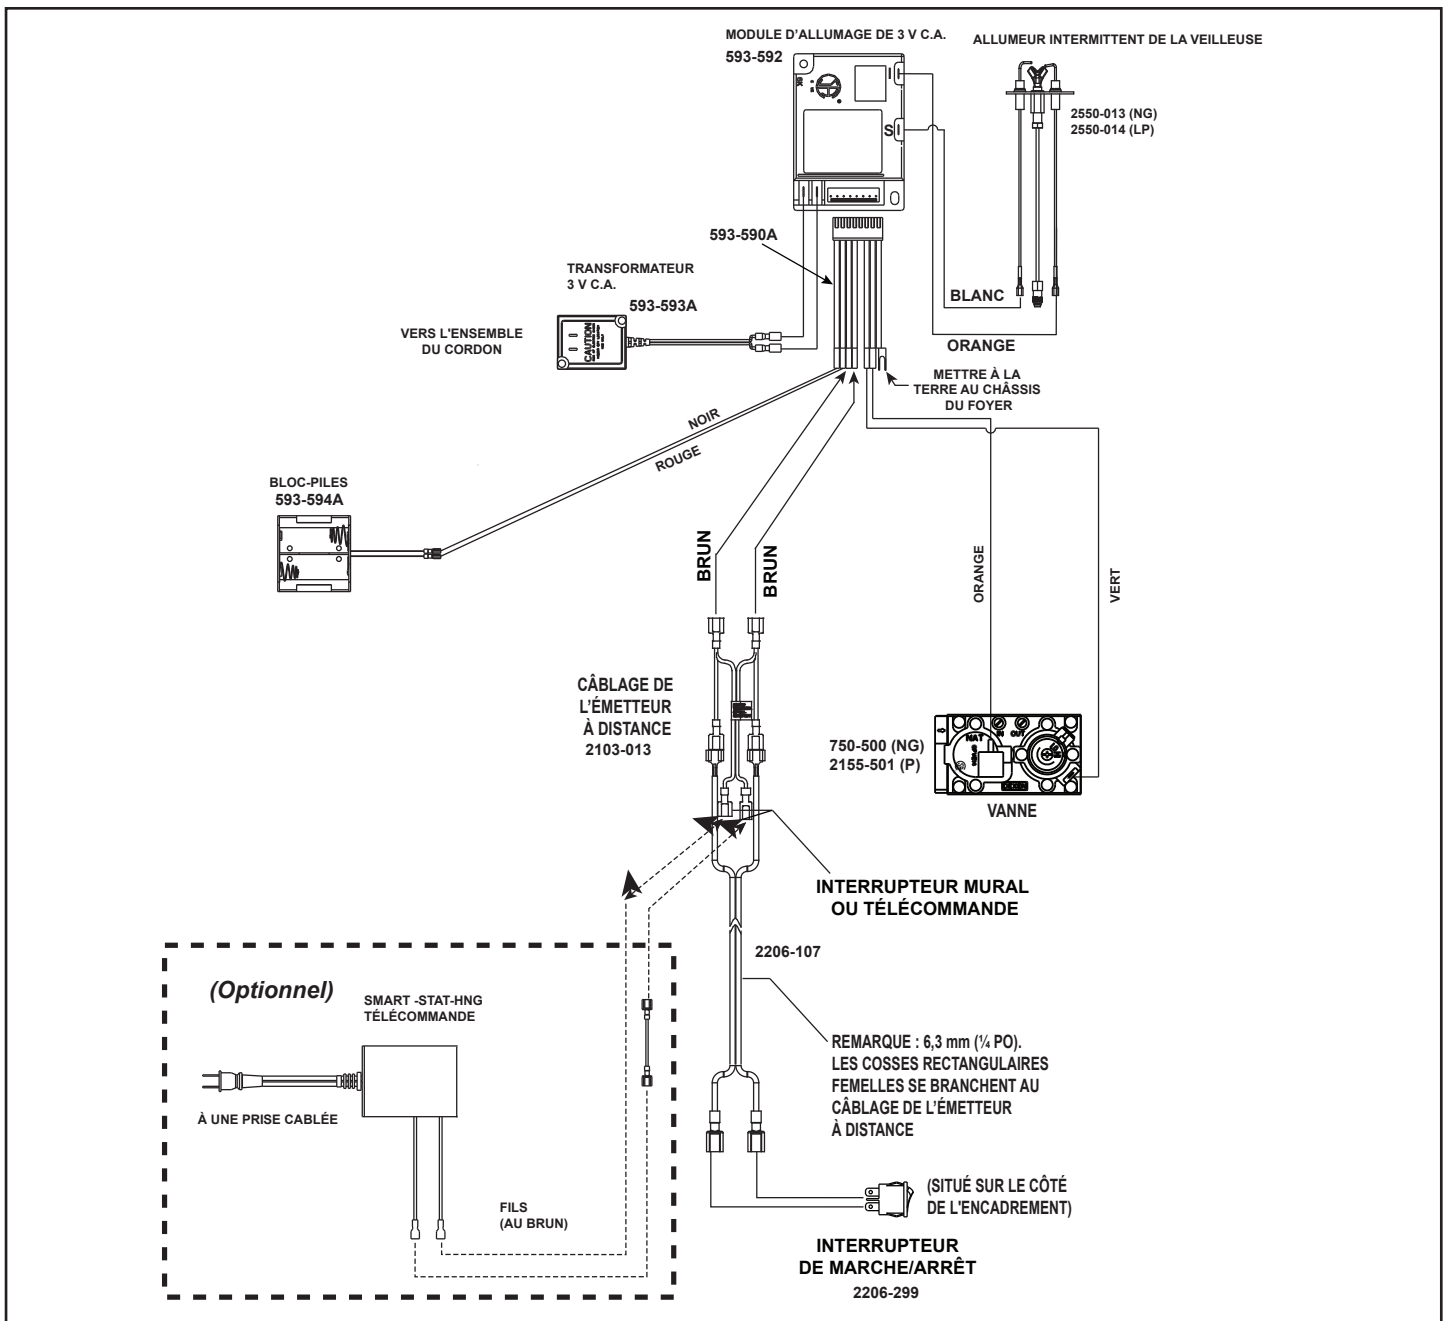

Figure 6.2 Schéma de câblage du système d'allumage par veilleuse Intellifire (IPI)
- Veuillez référer à la figure 6.2 Schéma de câblage du système d'allumage par veilleuse Intellifire (IPI).